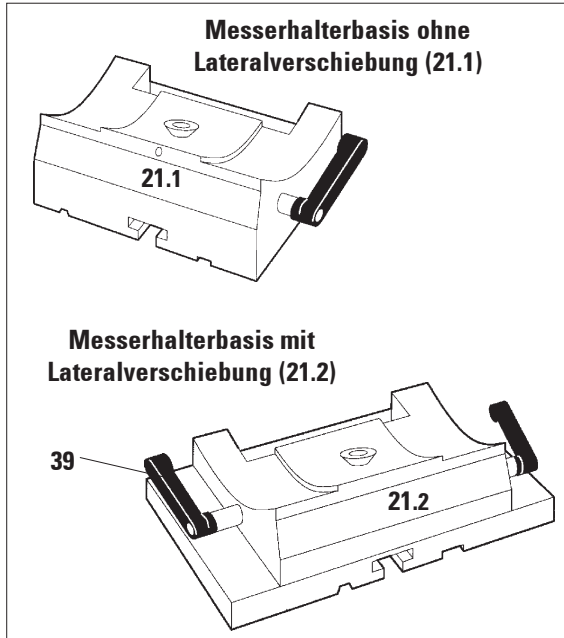

Abb. 25
- Zum Lösen der Klemmung den Klemmhebel (39, Abb. 25) links an der Messerhalterbasis nach vorn klappen.
- Zum Klemmen Hebel (39) nach hinten klappen.